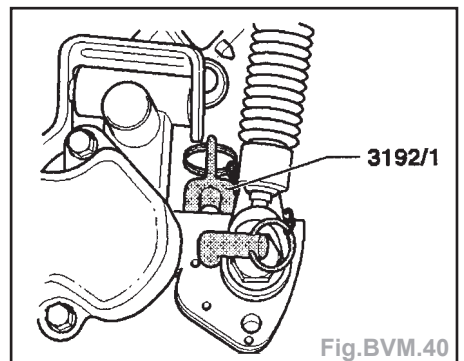

Fig. BVM.40
- Serrer la vis (C).
- Mettre en place la clavette et le pivot (outil 3192/1) (Fig. BVM.40).
- Glisser la clavette sans jeu entre le levier de commande des vitesses et le couvercle de commande des vitesses (Fig. BVM.40).